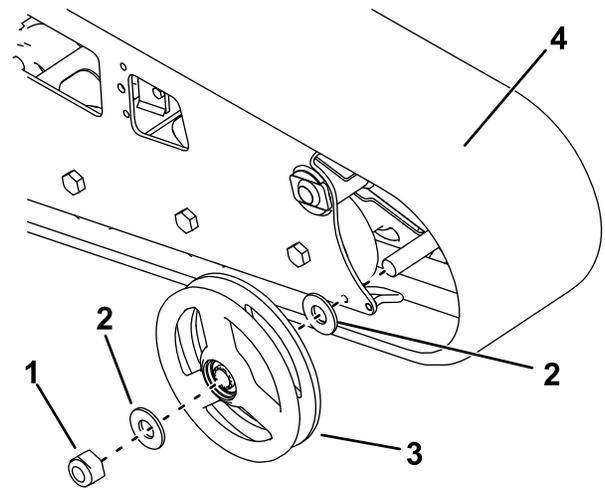

Figura 66
8. Retire la oruga (Figura 66).
9. Retire las 2 arandelas grandes de las ruedas exteriores, 1 de cada lado de cada rueda (Figura 66).
12. Instale la oruga nueva. (Figura 66).
13. Instale la rueda frontal exterior y fijela con la tuerca que retiró anteriormente (Figura 66).
7. Retire la tuerca que fija la rueda delantera exterior y retire la rueda (Figura 66).